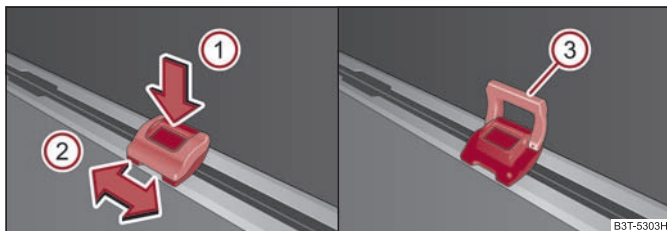

Fig. 92 Argollas de sujeción desplazables
- Presione la tecla (1) ⇒ fig. 92 y empuje las argollas de sujeción a la posición deseada, flecha (2).
- Despliegue el estribo hacia arriba (3) ⇒ fig. 92 y coloque p. ej. la red de fijación. ■